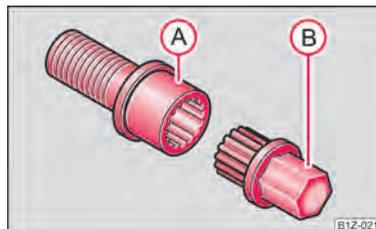

Fig. 169 Ilustração: Parafuso de segurança para rodas com adaptador
- Meta o adaptador (B) com o seu lado dentado até ao ponto de encosto de tal modo no dentado interior do parafuso de segurança (A) que só fique saído o hexágono exterior ⇒ Fig. 169.
- Meta a chave da roda até ao ponto de encosto no adaptador (B).